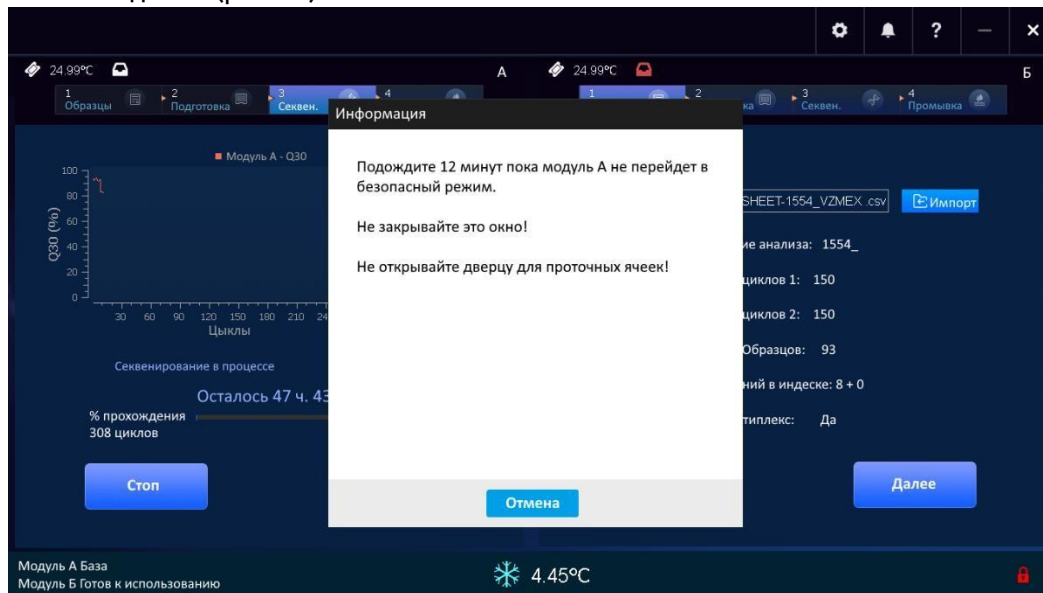

Рисунок 39. Экран с указанием об ожидании в безопасном режиме, активируемый в начале секвенирования в режиме двух модулей.
1) Нажмите на кнопку «Секвен.» в главном окне свободного модуля для секвенирования, чтобы перейти на экран «Образцы». После загрузки информационного листа анализа нажмите на кнопку «Далее». Если модуль секвенирования во время работы проводит детекцию, открывается окно с указанием об ожидании (рис. 39).